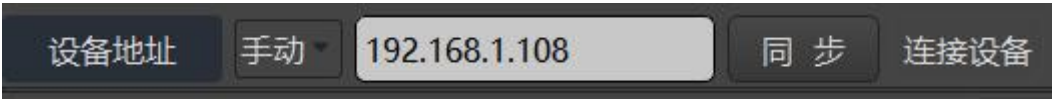

图 11 手动连接
- (2) 手动连接：如果网络中被禁止了广播功能，无法搜索到设备，可以切换到手动功能，手动输入设备的地址，先点击 **同步**，同步完成后点击 **连接设备** 进行连接，如图 11 所示。